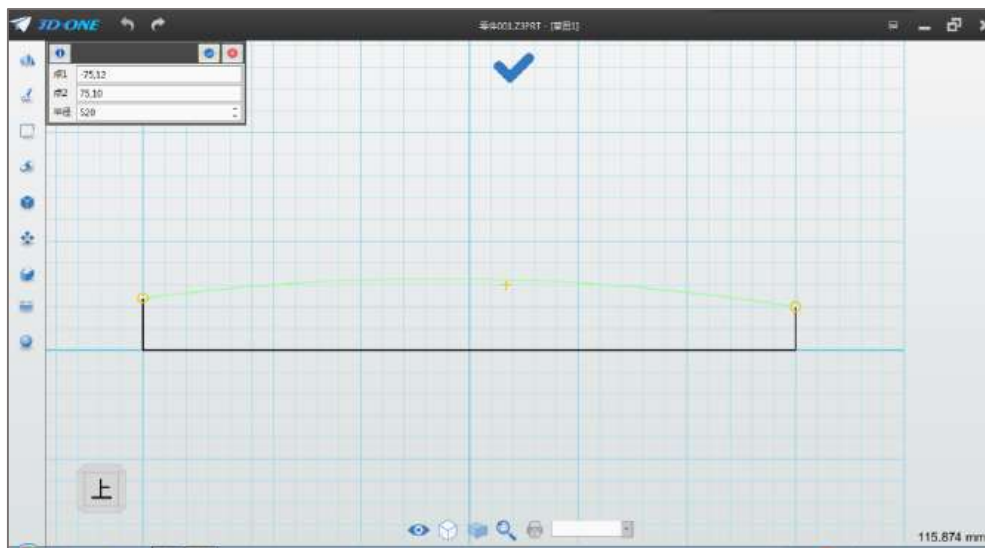

图 1-3
Step 3 选择圆弧命令 ，圆弧两端点 1 和点 2 分别点选上步骤绘制直线的端点，圆弧半径设为 520，如下图 1-3 所示：